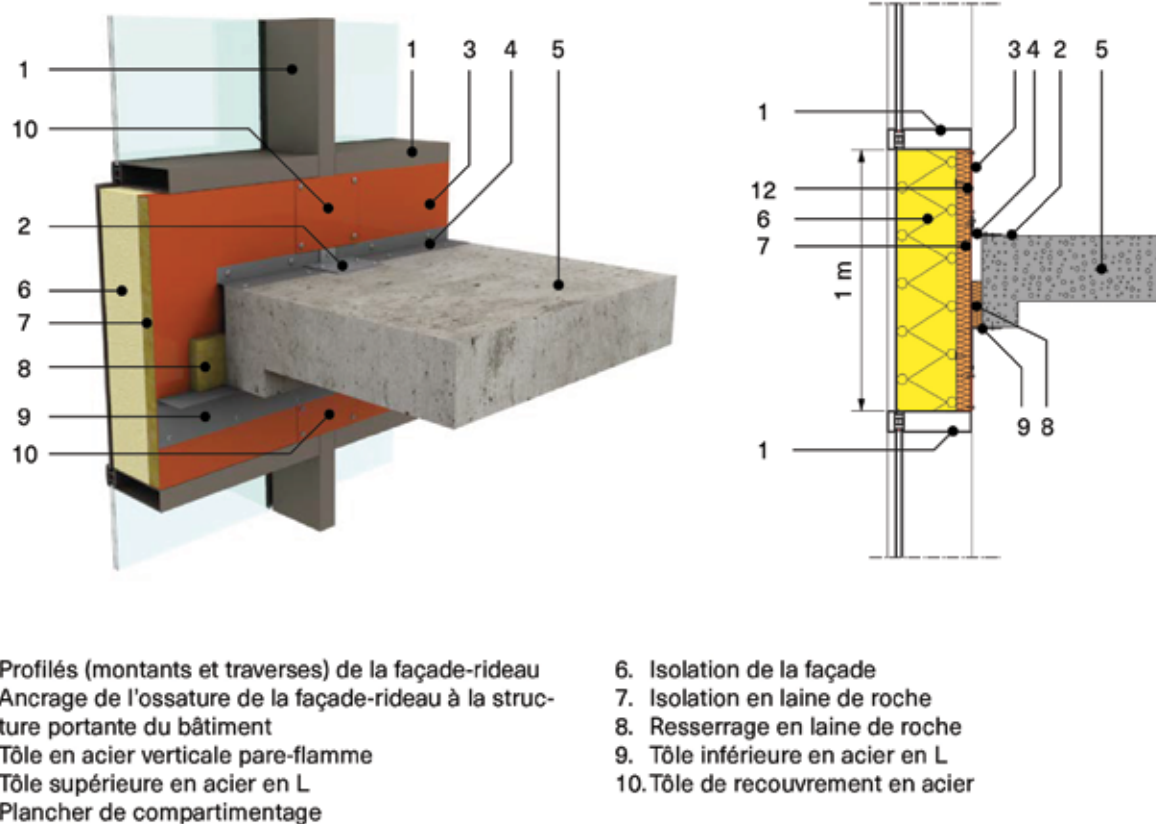

Fig. 2 Élément pare-flamme E 60 vertical intégré à la façade et sa jonction EI 60 avec le plancher de compartimentage.
(2) Cette partie de l'article est une mise à jour de l'article Buildwise 2019-01.04.
L'élément pare-flamme est constitué de tôles verticales en acier pleines (voir ③ à la figure 2) d'une épaisseur de 1 à 2 mm. Celles-ci sont fixées aux profilés horizontaux ① de la façade-rideau. On prévoit un recouvrement d'au moins 30 mm entre elles. Un isolant en laine de roche ⑦ (épaisseur ≥ 60 mm et densité ≥ 45 kg/m³) est fixé mécaniquement aux tôles au moyen de tiges soudées par point, par exemple. Une tôle en acier en L ④ maintient les tôles au gros œuvre. Elle peut être discontinue, au droit des ancrages ②, par exemple.